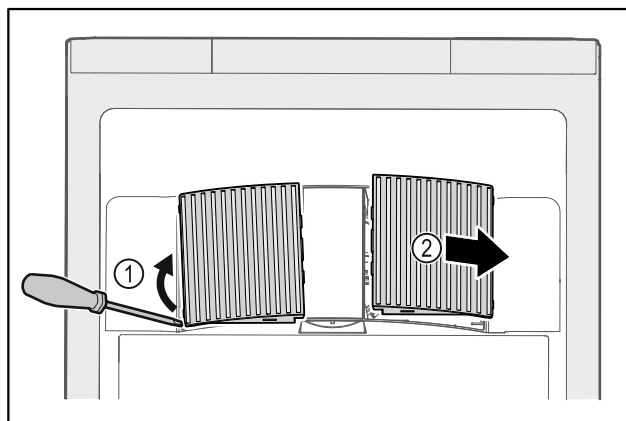

Fig. 34
- ▶ Осторожно подденьте крышки вентилятора сбоку Fig. 34 (1) и снимите их движением вперед Fig. 34 (2).